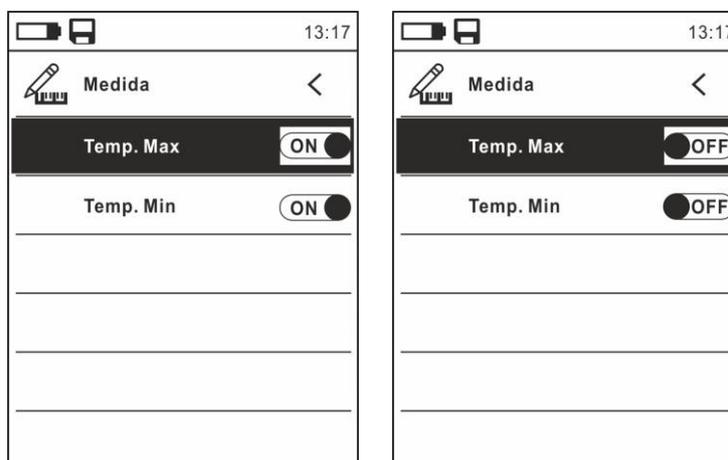

Fig. 11: Menú Medida
9. Seleccione el texto “Medida” y pulse la tecla ☰ o ► para habilitar la activación/desactivación de los cursores asociados al punto más “caliente” o más “frío” en la imagen termográfica (ver Fig. 11)